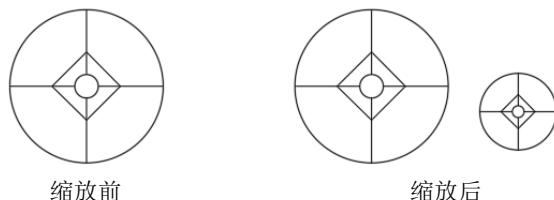

图 3-92 复制缩放
(2) 可以用拖动鼠标的方法缩放对象。选择对象并指定基点后, 从基点到当前光标位置会出现一条连线, 线段的长度即为比例大小。移动鼠标时, 选择的对象会动态地随着该连线长度的变化而缩放, 按 Enter 键会确认缩放操作。
(3) 选择“复制”选项时, 可以复制缩放对象, 即缩放对象时, 保留原对象, 如图 3-92 所示。